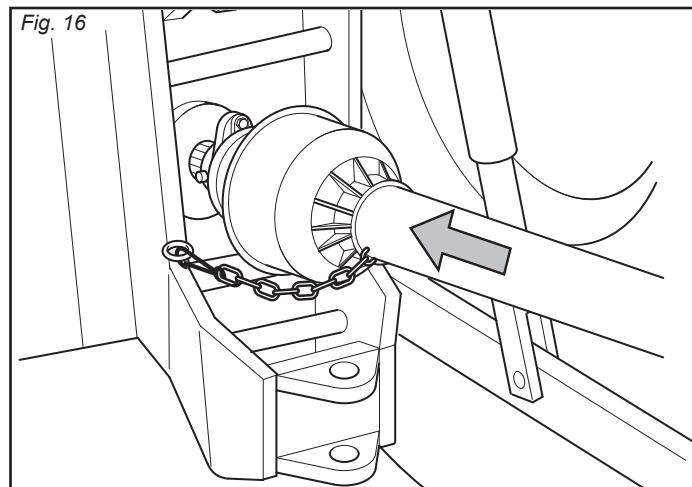

Fig. 16
- 4 - Соединить карданный вал и убедиться, что он полностью заблокирован на валу передачи скорости (Рис. 16). Проверить свободное вращение защиты и закрепить её специальной цепью.